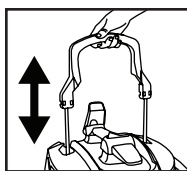

FIGURE 16
23. Déplacer la poignée du nettoyeur de cartouche filtrante de haut en bas 2 à 3 fois ou plus si nécessaire pour nettoyer le filtre. **FIGURE 16.**